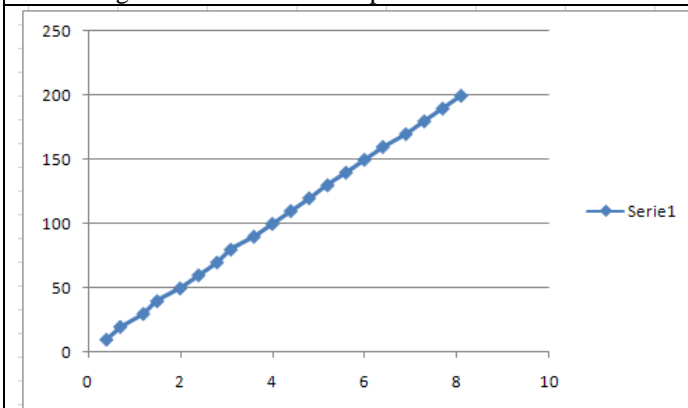

Figura 4 – Finestra Excel grafico grezzo
- compare il grafico grezzo di figura 4